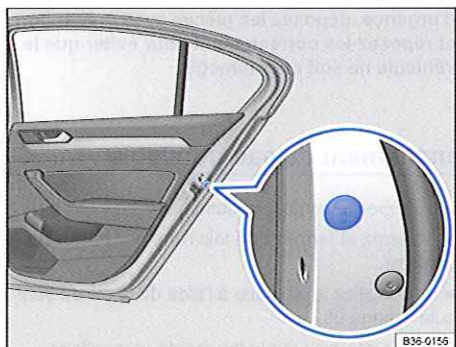

Fig. 246 Sur le chant de la porte arrière droite : verrouillage d'urgence masqué par un joint en caoutchouc.
- Retirez le joint en caoutchouc sur le chant de la porte. Le joint est repéré par un cadenas ☒ ⇒ fig. 246.